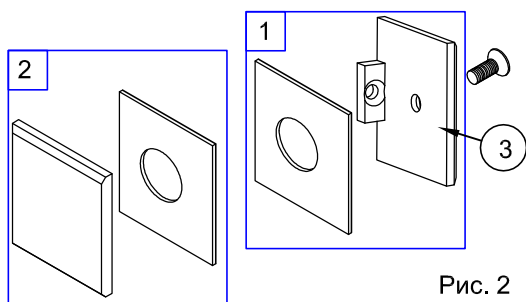

Рис. 2
2.1. Шестигранным ключом раскрутить держатель стекла №3 (рис.2).